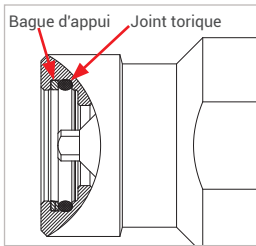
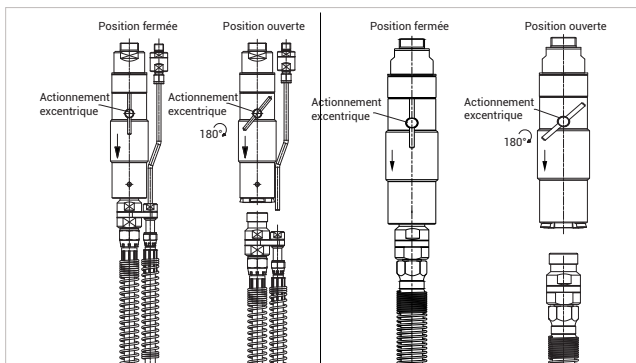

Figure 12
Figure 13
- ▶ Avant d'installer l'insert d'about, vérifier (pos. 7) que les deux composants d'étanchéité (joint torique et bague d'appui, Figure 12) respectent l'ordre de montage, sont bien positionnés et intacts. En cas de dommages ou défaut similaire, les garnitures d'étanchéité doivent être remplacées. Se reporter à cet effet au *Chapitre 8.4.1 Remplacement des composants d'étanchéité dans l'insert d'about* (pos. 7) page 27.
- ▶ Le cas échéant, passer l'insert d'about (pos. 7), avec le flexible de remplissage monté, par le tube de guidage (pos. 9) du support de fixation (pos. 2).
- ▶ Tourner l'actionnement excentrique (pos. 2) de 180° (Figure 13)
- ▶ Introduire l'insert d'about (pos. 7), avec le flexible de remplissage monté, dans le corps d'accouplement (pos. 1) et, le cas échéant, la conduite de retour du gaz (pos. 6).
- ▶ Fermer les mâchoires de serrage en tournant l'actionnement excentrique vers l'arrière (pos. 2).